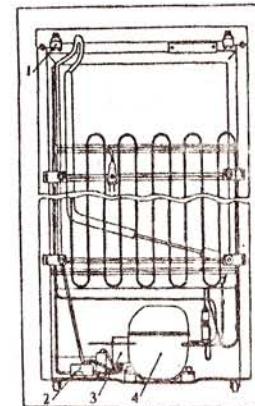

Рис.3. Вид морозильника сзади:
5.3. Установите упоры 1 (рис.3) путём защёлкивания их в гнезда, расположенные под установочной плоскостью с тыльной стороны.